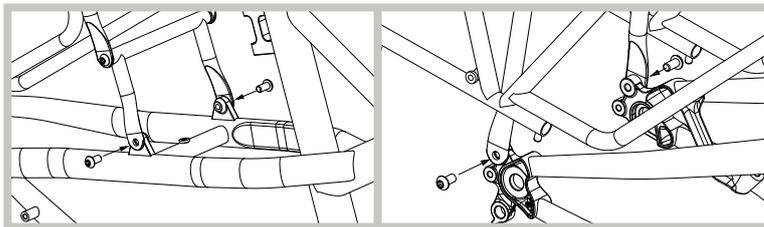

Figure 2
2. Fixez le porte-bagages sur le cadre du vélo à l'aide de quatre (4) vis M6. (Figure 2)